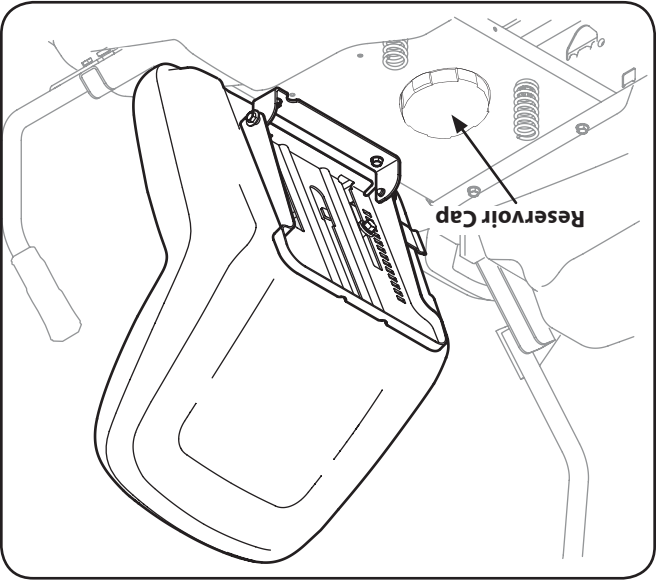

Figure 6-2
3. Tirez sur le collier de blocage de l'adaptateur et poussez l'adaptateur sur l'ajutage du plateau de coupe sur le côté gauche du plateau de 42 po ou sur les ajutages sur d'un côté ou de l'autre du plateau de coupe de 50 po. Lâchez le collier pour bloquer l'adaptateur sur l'ajutage. Voir la Figure 6-2.